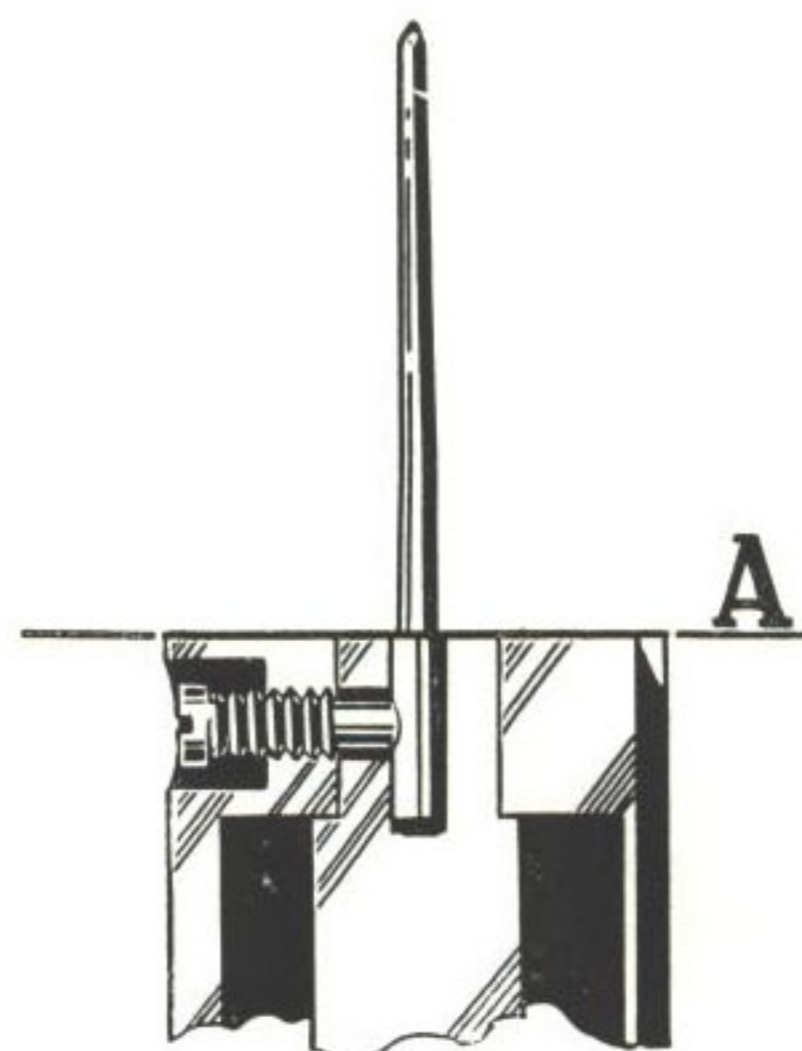

Bild 17. Infästning av bränslenål.
3. Montera ny bränslenål. Kontrollera att den har rätt märkning enl. specifikationen. Skjut in nålen exakt så långt i kolven, att endast den koniska arbetsdelen ligger utanför. Se bild 17. Drag åt låsskraven.